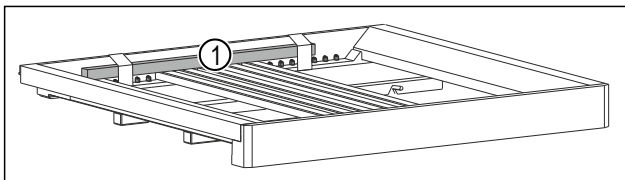

Fig. 7*
- Îndepărtați bara de lemn Fig. 7 (1)*